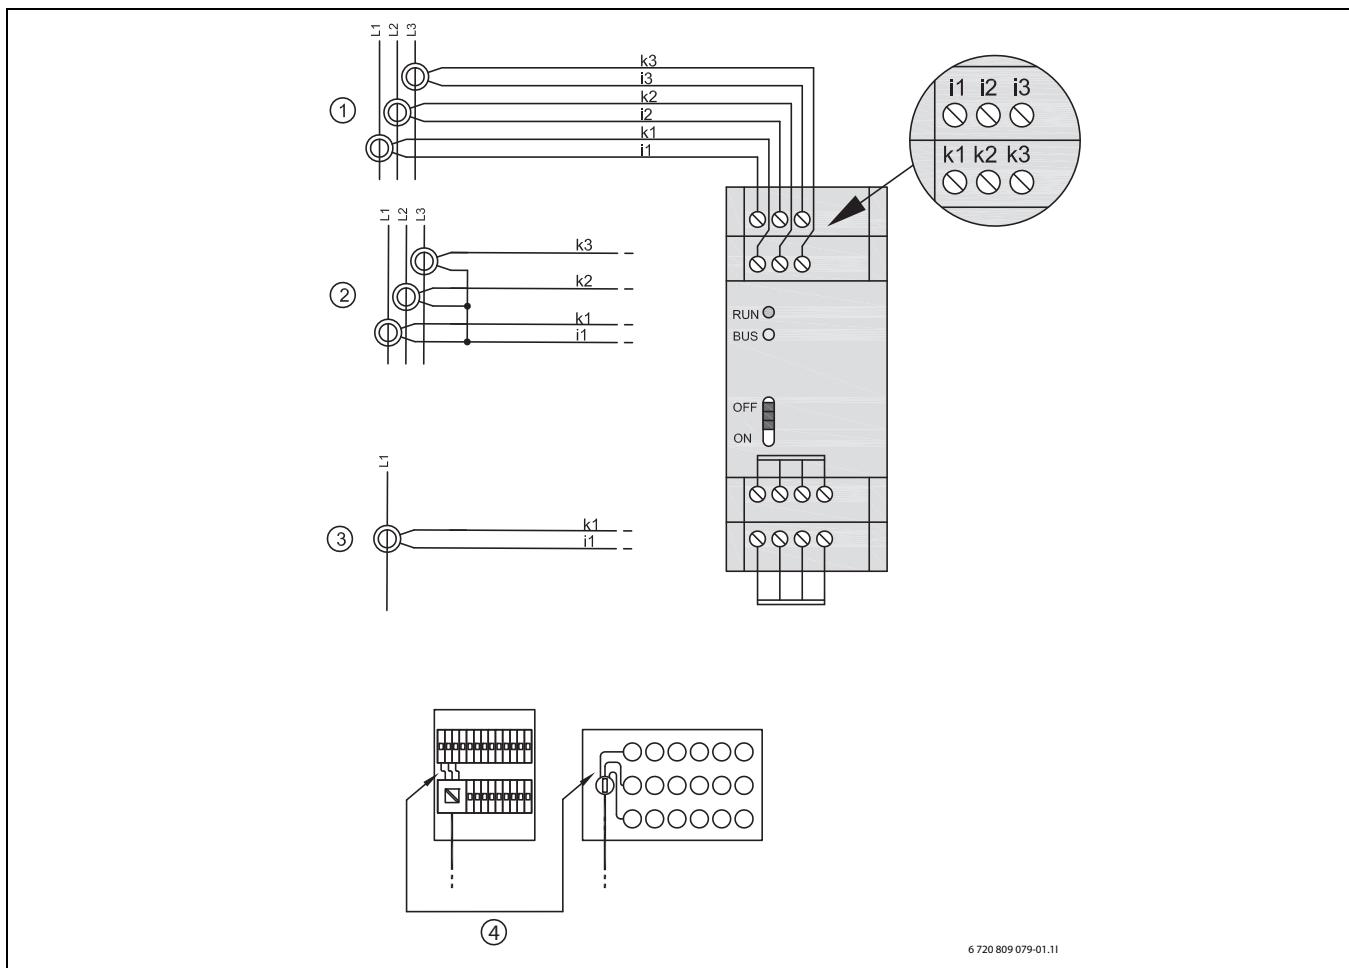

Fig. 1
- De drie meegeleverde transformatoren op de netleiding van het huis, zo mogelijk na de hoofdzekering monteren (→ [4] afb. 1, pagina 19).
- Transformator voor meting van de ingangsfase L1 in de vermogensbewaking op i1 en k1 aansluiten (→ [1] afb. 1, pagina 19).
- Transformator voor meting van de ingangsfase L2 in de vermogensbewaking op i2 en k2 aansluiten (→ [1] afb. 1, pagina 19).
- Transformator voor meting van de ingangsfase L3 in de vermogensbewaking op i3 en k3 aansluiten (→ [1] afb. 1, pagina 19).
- Bij eenfasige aansluiting alleen k1 en i1 bezetten (→ [3] afb. 1, pagina 19).
Wanneer de vermogensbewaking buiten de huisaansluitkast wordt geïnstalleerd, moeten de transformatorkabels op de aansluitkast worden gevoerd. Omdat alle drie GND-klemmen van de vermogensbewaking intern op de printplaat zijn overbrugd, zijn 4-draadskabels tussen aansluitkast en vermogensbewaking voldoende (→ [2] afb. 1, pagina 19).
- ▶ Monter les trois transformateurs joints sur le câble secteur de la maison, si possible derrière le fusible principal (→ [4] fig. 1, page 19).
- ▶ Raccorder à i1 et k1 le transformateur servant à la mesure de la phase d'entrée L1 dans le délesteur (→ [1] fig. 1, page 19).
- ▶ Raccorder à i2 et k2 le transformateur servant à la mesure de la phase d'entrée L2 dans le délesteur (→ [1] fig. 1, page 19).
- ▶ Raccorder à i3 et k3 le transformateur servant à la mesure de la phase d'entrée L3 dans le délesteur (→ [1] fig. 1, page 19).
- ▶ En cas de raccordement monophasé, occuper uniquement k1 et i1 (→ [3] fig. 1, page 19).
Si le délesteur est monté à l'extérieur de l'armoire de raccordement de la maison, les câbles des transformateurs doivent être épissurés au niveau de l'armoire de raccordement. Les trois bornes GND du délesteur étant pointées de façon interne sur la carte du circuit imprimé, des câbles à 4 conducteurs suffisent entre l'armoire de raccordement et le délesteur (→ [2] fig. 1, page 19).